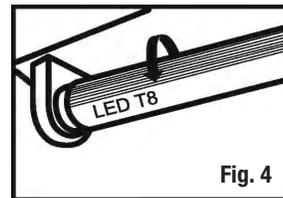

Fig. 4
- Tourner la lampe DEL jusqu'à ce qu'elle se verrouille en place. Assurez-vous que l'avant de la lampe DEL est orienté à l'opposé du dos du luminaire (Fig. 4).